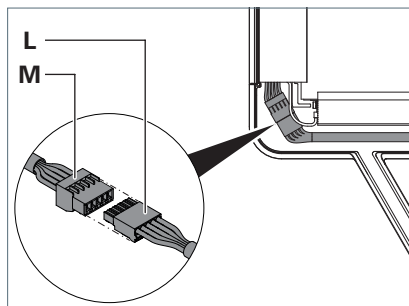

Fig. 7 : Brancher la tête du luminaire, partie 3.
- Branchez le connecteur femelle **L** avec le connecteur mâle **M** dans la tête du luminaire, voir Fig. 7.